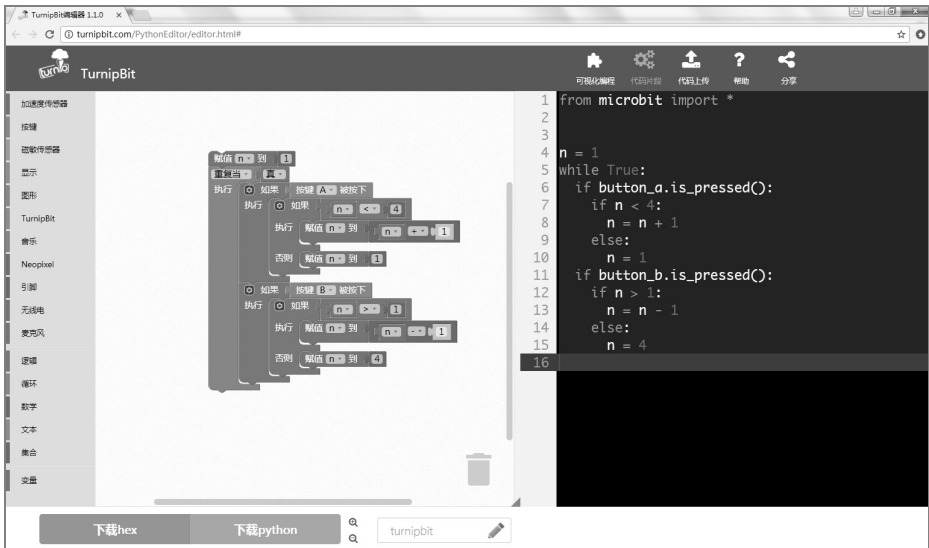

图 9-11 按下 B 键播放上一首音乐
⑦ 参考第 6 步和流程图，完成当按键 B 被按下时的程序编写。当按键 B 被按下时，判断 n 是否大于 1。如果 $n > 1$ ，那么 $n = n - 1$ ，否则 $n = 4$ ，具体如图 9-11 所示。